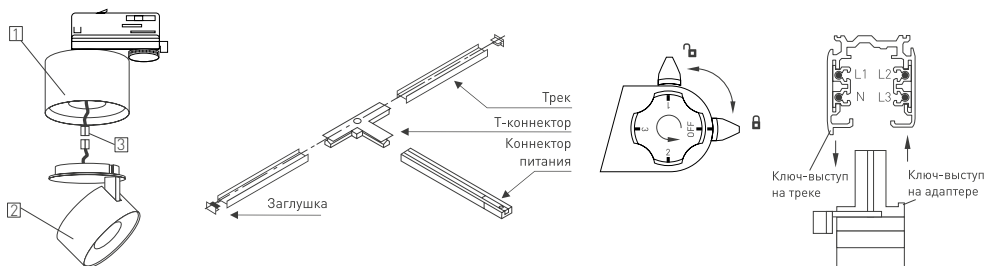

Рис. 2. Установка и подключение светильника
- Вставьте светильник в трек, для чего ориентируйте ключи-выступы на адаптере и на треке (рис. 2).